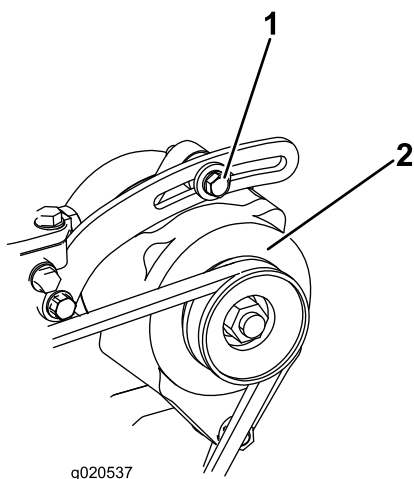

Figura 73
2. Se l'inflessione non è di 10 mm, allentate i bulloni di fissaggio dell'alternatore (Figura 73). Aumentate o riducete la tensione della cinghia dell'alternatore e serrate i bulloni. Controllate di nuovo l'inflessione della cinghia per accertare che sia esatta.